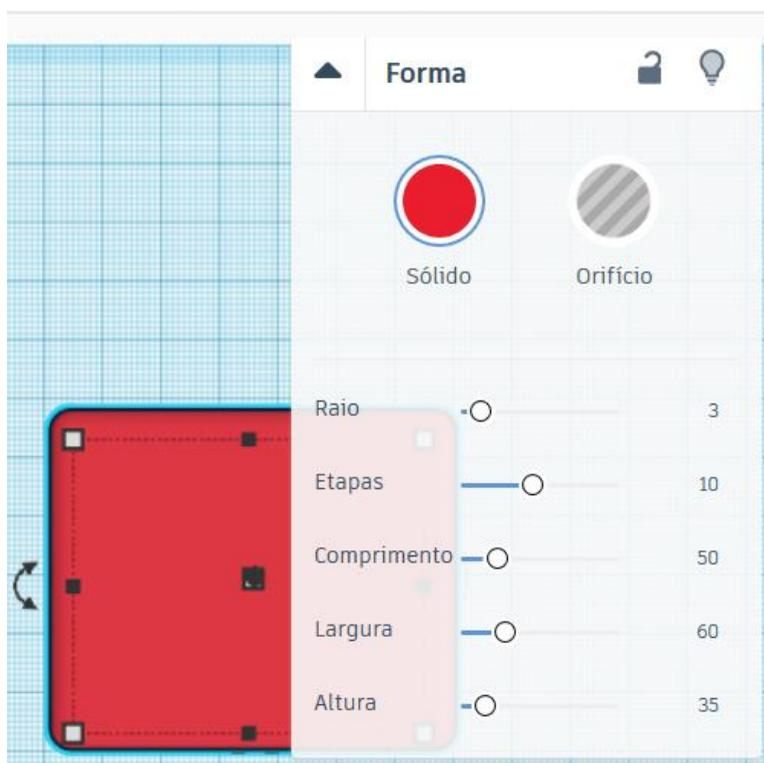

Figura 6. Parâmetros da forma *Caixa* para o exemplo.
5. Clique novamente na forma criada e edite os elementos para ficar como na Figura 6.